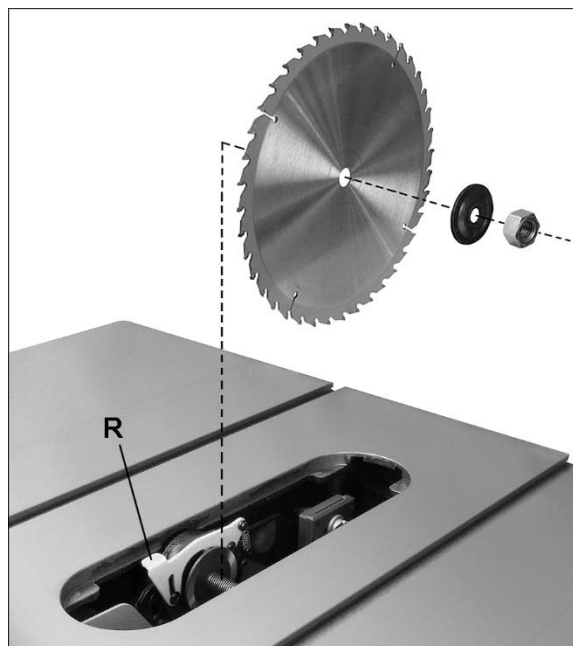

Figure 6-9 : Installer la lame
Voir la Figure 6-9.
6. Appuyez sur le levier et maintenez-le enfoncé (R, Figure 6-9), et tournez la lame jusqu'à ce que le verrouillage de l'arbre s'enclenche. Serrez l'écrou dans le sens horaire avec la clé fournie. Ne pas trop serrer l'écrou.
3. Tirez vers le haut le levier de la pince (S1, Figure 6-9). Le pinceur de travail (S2) est à ressort et il s'écartera de la base fixe en laissant un espace libre.